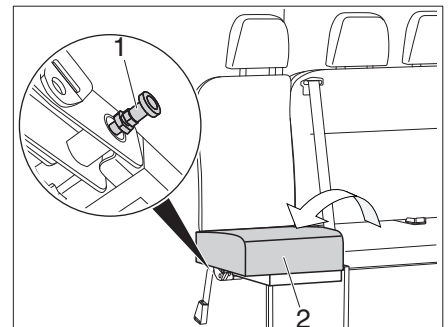

Bild 45 Sitzfläche aufklappen
- Sitzfläche (Bild 45,2) aufklappen und mit Verriegelung (Bild 45,1) sichern.